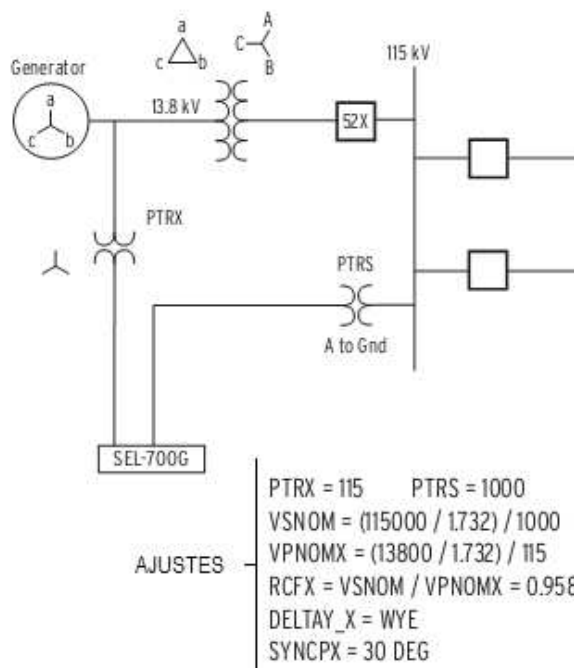
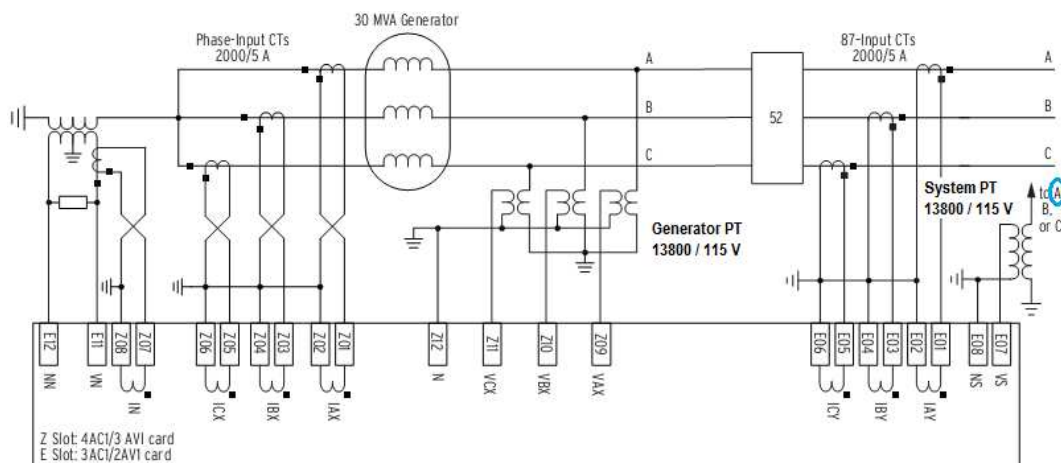
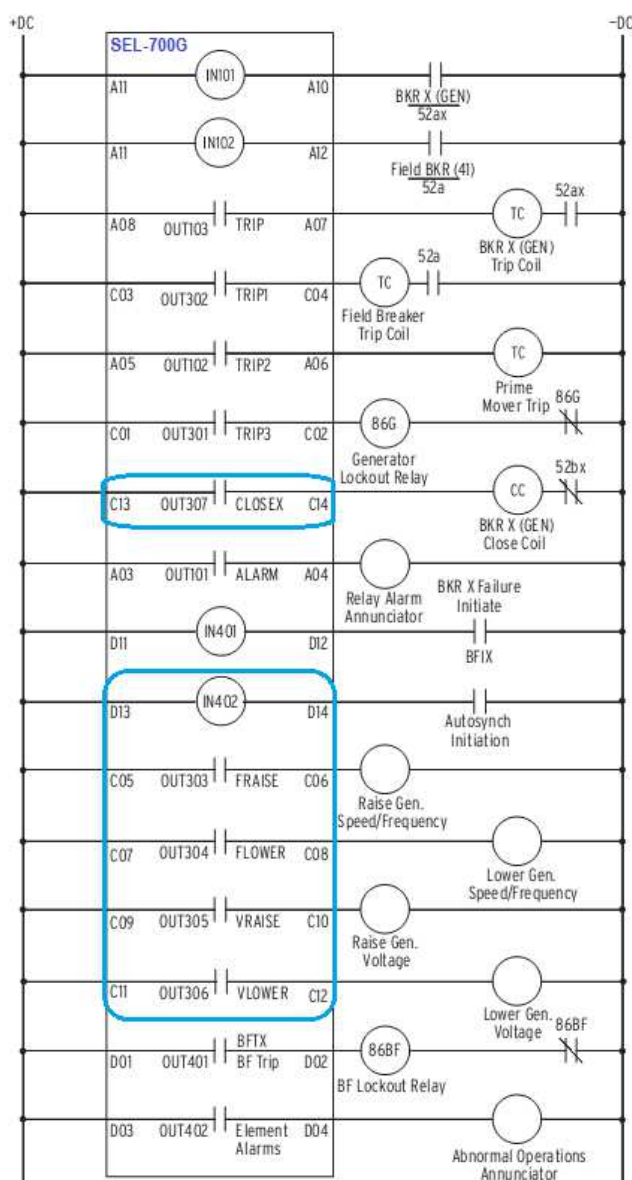

Figura 2 Exemplo de ajustes SYNCX e RCFX em caso de transformador elevador com defasamento angular e/ou diferentes relações de transformação.
Figura 8 Conexões do circuito AC para o relé SEL-700G
Figura 9 Conexões DC para controle dos reguladores e do disjuntor
O relé utiliza as tensões medidas do sistema (VS) e a tensão medida no lado do gerador (VPX no caso). A figura 8 deste guia apresenta exemplo de ligações para estas tensões. O SEL-700G usa a tensão de sequência positiva do gerador para medir a frequência gerada, e leva em conta o ajuste SYNCP para definir qual o defasamento será considerado na comparação com a tensão do sistema. O ajuste SYNCP deve contemplar a fase compatível com a localização do TP (transformador de potencial) para a tensão do sistema. A figura 2 ilustra exemplos de configurações e exemplos de ajustes. Caso o escorregamento – ou slip (diferença entre a frequência do gerador e do sistema) esteja dentro de uma faixa ajustada, e, ambas as tensões estejam dentro da faixa adequada e a diferença do ângulo de fase esteja menor que o limite definido, a função check de sincronismo permite o fechamento do disjuntor e pode enviar o comando CLOSEX para determinada saída digital fechar o disjuntor.
Caso o TP do gerador e o TP do sistema não possuam a mesma relação de transformação, ou não estejam conectados à mesma fase, por exemplo: TP conectado à fase A no lado do gerador e TP na fase BC no lado do sistema, ou ainda existe um transformador elevador entre os TPs, o SEL-700G realiza a compensação para a tensão no terminal do gerador (mostrada como V_{pcx}). O ajuste SYNCP deve ser usado de forma a compensar eventual defasagem angular, enquanto o ajuste 25RCFX adequa o valor da magnitude da tensão. A figura 2 a seguir ilustra exemplos desta configuração:
O autossincronizador do relé SEL-700G ajusta a frequência para aproximá-la da frequência do sistema. O relé compara a frequência gerada com a do sistema/barramento e ativa os Word Bits FRAISE ou FLOWER conforme necessário. O bit FRAISE atua de forma a aumentar a frequência da unidade geradora no RV, enquanto o bit FLOWER atua para diminuir a frequência gerada. Ambos os bits são pulsantes e devem estar associados a saídas digitais do relé que estarão conectadas ao regulador. Uma saída deve ser programada para aumentar a frequência e outra saída para diminuir. A figura 9 apresenta um exemplo para ligações do circuito de controle DC.
O autossincronizador do relé SEL-700G ajusta a tensão do gerador a fim de aproximar a mesma da tensão do sistema. O relé compara a magnitude da tensão do gerador Vpxc com a tensão VS e ativa o Word Bit VRAISE ou VLOWER conforme necessário. O bit VRAISE atua de forma a aumentar a tensão da unidade geradora no RT, enquanto o bit VLOWER atua para diminuir a tensão gerada. Ambos os bits são pulsantes e devem estar associados a saídas digitais do relé que estarão conectadas ao regulador. Uma saída deve ser programada para aumentar a tensão e outra saída para diminuir. A figura 9 mostra exemplo de conexões para o circuito de controle DC.
A figura 8 a seguir ilustra um exemplo para o relé SEL-700G com as conexões AC para as entradas de tensão e corrente, a fim de satisfazer os requisitos de proteção e sincronização automática da máquina. A figura mostra exemplo de ligação para o relé SEL-700G1+
A figura 9 a seguir ilustra exemplo para as conexões do circuito de controle DC, evidenciando as saídas para pulsos de controle nos reguladores de velocidade e tensão, assim como comando do disjuntor. A figura mostra o arranjo de entradas e saídas conforme Part Number P/N 0700G11A2XBA76850231, mas pode ser aplicado a relés SEL-700G0+, SEL-700G1+ e SEL-700GT com pelo menos 1 (um) slot com 4 saídas digitais adicionais.
Considerando o sistema mostrado na figura 8 e as conexões apresentadas na figura 9, serão mostrados a seguir exemplos para ajustes das funções relacionadas no relé SEL-700G. Serão apresentadas as telas do software AcSELerator QuickSet – SEL-5030. Veja guia para instalação e utilização deste software no site da SEL: www.selinc.com.br